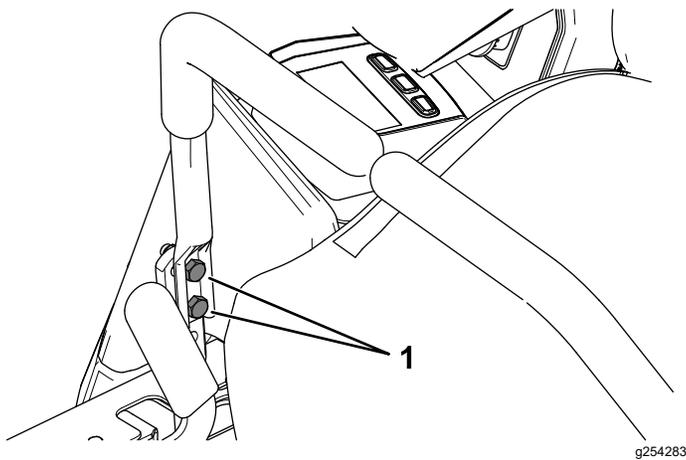

Bild 52
10. Wenn eine Ausrichtung erforderlich ist, lösen Sie die beiden Befestigungsschrauben des Fahrertriebsschalters auf der falsch ausgerichteten Seite (Bild 52).
12. Ziehen Sie die beiden Befestigungsschrauben des Fahrerhebels fest (Bild 52).